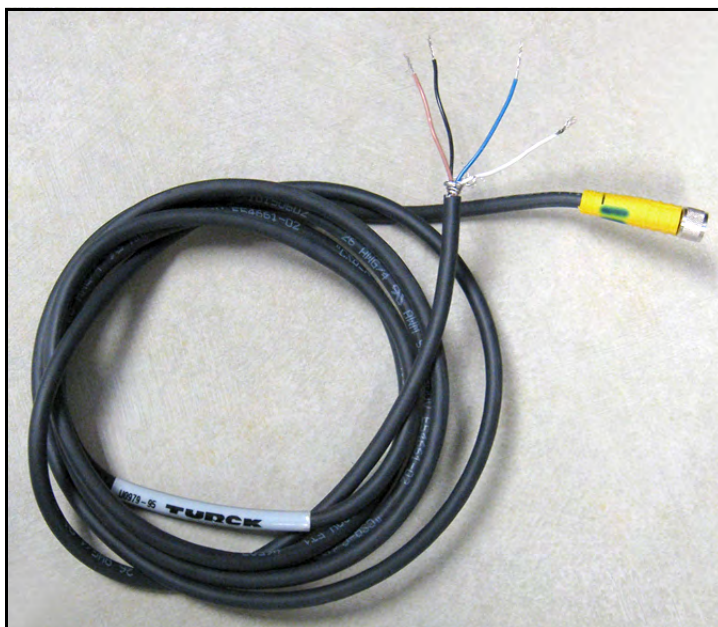

Abbildung 26: IQ.probe-Kabel mit vier Leitern
1. Stecken Sie das Ende des Messkopfkabels (siehe *Abbildung 26* unten) mit dem Stecker auf den Messkopf auf und drehen Sie den Steckerkopf im Uhrzeigersinn, bis er fest sitzt.